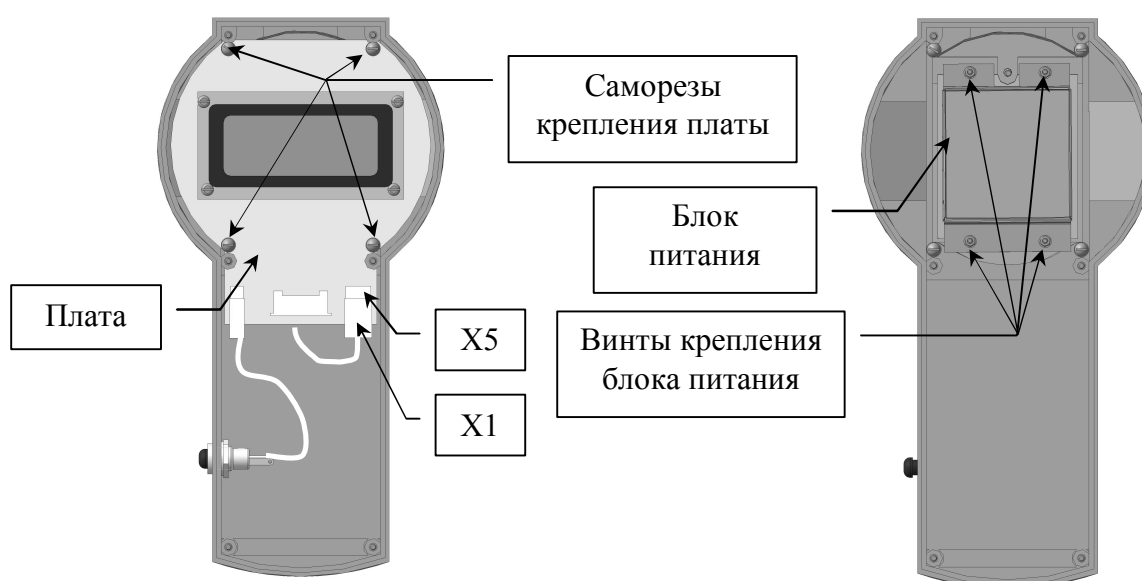

Рисунок 2
4.2.3.3 Отсоединить разъем X1 блока питания от разъема X5 платы. Открутить саморезы крепления платы и снять плату (Смотри рисунок 2).